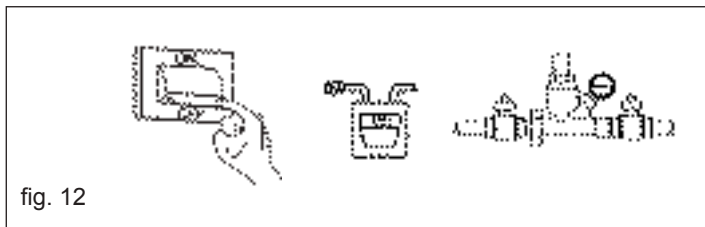

fig. 12
- aduceți întrerupătorul general al instalației pe „oprit” (fig. 12),
- efectuați analiza produșilor de ardere pentru a verifica starea de funcționare a centralei, apoi opriți alimentarea cu energie electrică, poziționând întrerupătorul general al instalației pe „oprit” (fig. 12)